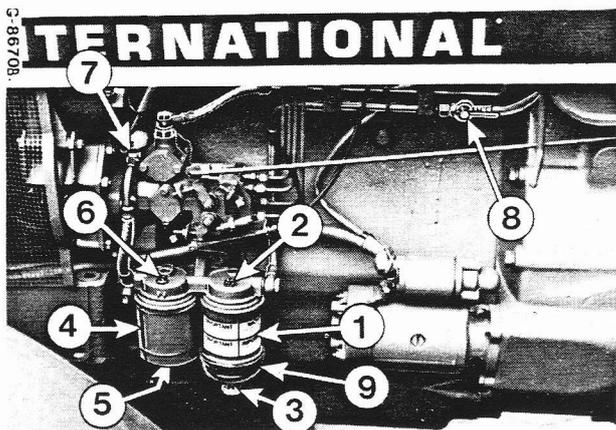

Figure 73
Desserrez la vis de vidange (3, fig. 73) et la vis (6) avant de faire démarrer le moteur. Resserrez la vis dès que l'eau est évacuée et que le combustible s'écoule. Si vous avez laissé l'eau dépasser le haut de la cuve transparente (9) il est nécessaire de purger également le filtre final (4). Pour ce faire desserrez la vis (5) et la vis de purge (6) jusqu'à ce que le combustible commence à s'écouler.
Remplacez le filtre primaire (1, fig. 73) suivant les indications du Tableau d'Entretien Périodique ou même avant si vous constatez une perte de puissance, et le filtre final toutes les 2 000 heures.
Remplissez le réservoir et ouvrez la vanne d'arrêt (8, fig. 73).